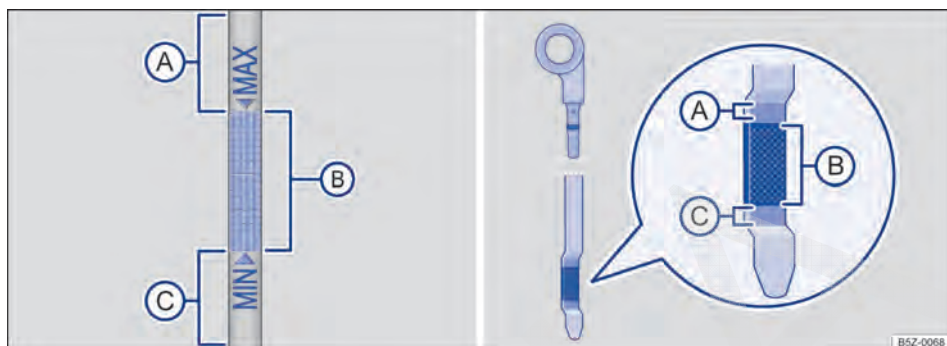

Fig. 127 Vareta de medição do óleo com marcas de nível do óleo do motor.
5. Retirar a vareta de medição do óleo do tubo-guia e limpar com um pano limpo ⇒ ①.
7. Retirar novamente a vareta de medição do óleo e ler o nível no óleo do motor na vareta de medição ⇒ Fig. 127 da seguinte maneira:
①: **não** completar o óleo ⇒ ①. Continuar com a etapa 15.
13. No final do processo de abastecimento do óleo, o nível do óleo do motor deve estar, ao menos, no meio da área ⇒ Fig. 127 Ⓑ, mas jamais acima da área Ⓐ ⇒ Ⓘ.
- Não ligar o motor se o nível do óleo do motor estiver acima da área ⇒ Fig. 127 Ⓐ. Procurar auxílio técnico especializado. Caso contrário, o catalisador e o motor podem ser danificados!
O nível do óleo do motor não deve em nenhuma hipótese ultrapassar a área ⇒ Fig. 127 Ⓐ. Com o nível acima dessa área, o óleo pode ser aspirado pela ventilação do cárter, sendo lançado na atmosfera pelo sistema de escape. Além disso, o óleo pode ser queimado dentro do catalisador, danificando-o.